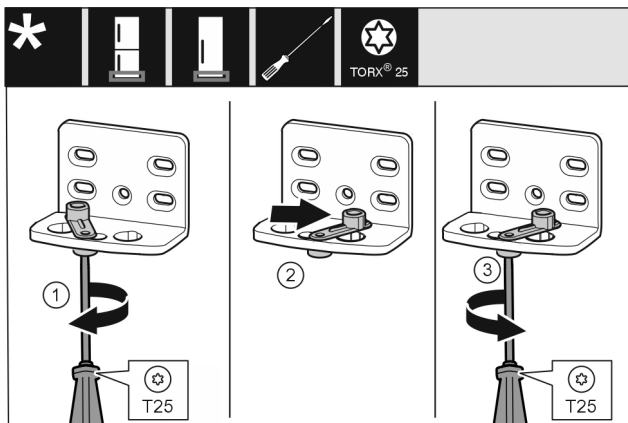

Fig. 11
- ▶ Schraube mit Schraubendreher T25 lose schrauben. Fig. 11 (1)
- ▶ Türschließhilfe anheben und um 90° nach rechts in Bohrung drehen. Fig. 11 (2)
- ▶ Schraube mit Schraubendreher T25 festschrauben. Fig. 11 (3)